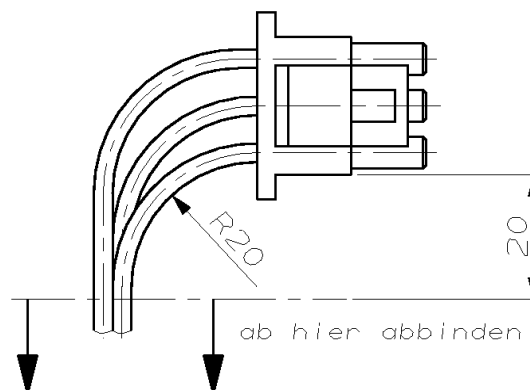

Bild 4
- (2) Bei 90° Abgang oder kleiner darf der Radius des abgebogenen Leiters $R = 20$ mm nicht unterschreiten (siehe Bild 4)